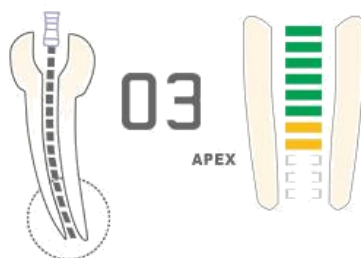

Рисунок 21
- в) включите устройство и нажмите на кнопку Еп-Ар. Затем перейдите в режим измерения вершины апикального отверстия. Если на ЖК дисплее отображается "02", "03", или "04" - это означает, что устройство исправно (см. Рисунок 21)